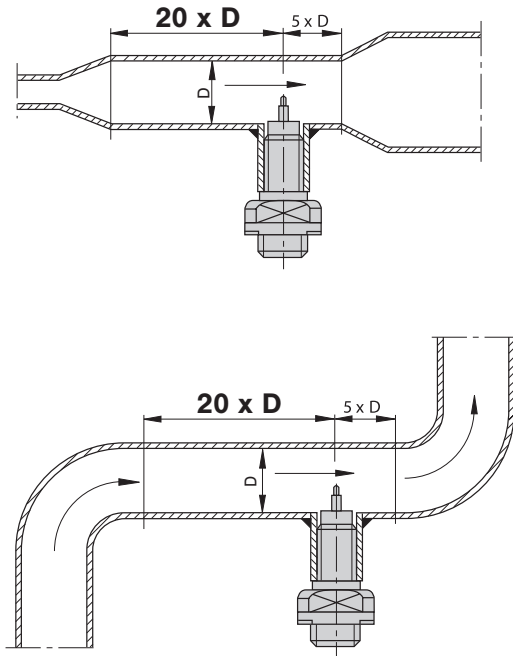

Fig. 4
- Um Strömungsturbulenzen an den Messfühlern zu vermeiden, den Strömungsmesser nur in gerade Rohrleitungen einbauen. Auf ausreichenden Abstand zu Querschnittsänderungen, Rohrkrümmungen und Ventilen/Schiebern achten (siehe Fig. 4).
- The flow meter should be installed only in a straight section of piping. To avoid any effects of turbulence there should be a specific distance before and a specific distance after the flow meter before or after any bends, valves and changes in pipe diameter (see fig. 4).